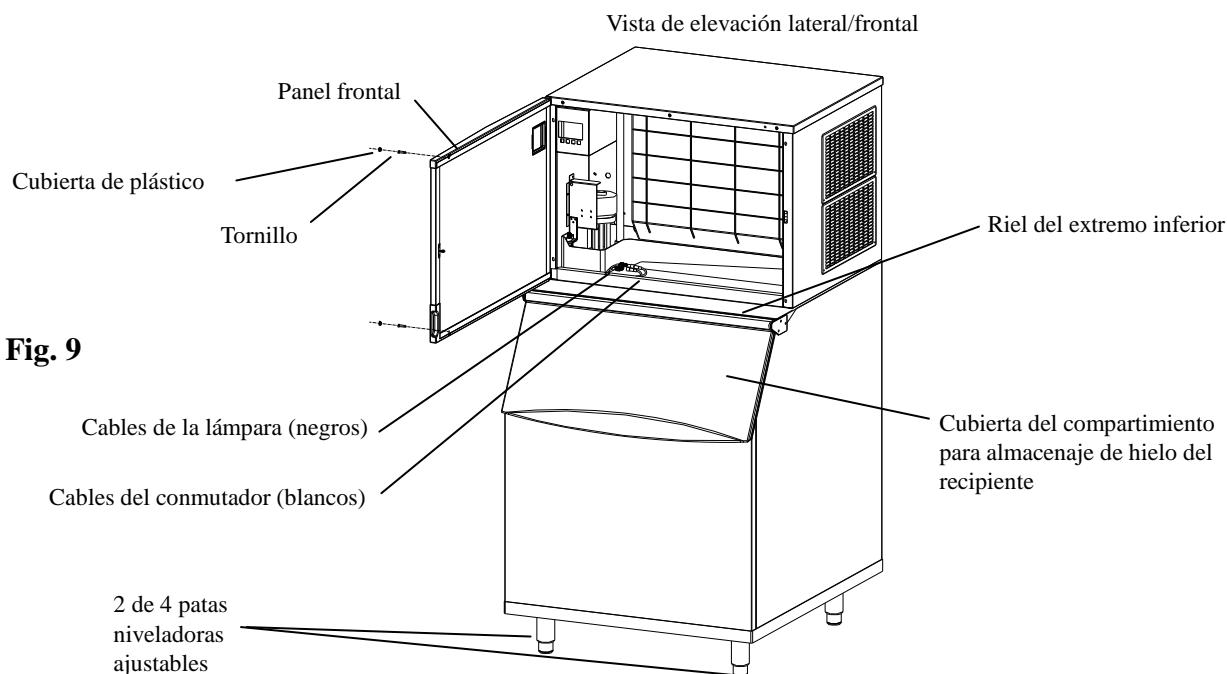

Fig. 9
15. Usar un cortacable o herramienta similar para quitar las correas plásticas de las partes superior e inferior del panel frontal (Fig. 9).
21. Al estar encendida la máquina de hacer hielo, la luz interior puede encenderse (ON) o apagarse (OFF) automáticamente abriendo o cerrado la compuerta del recipiente de almacenaje.